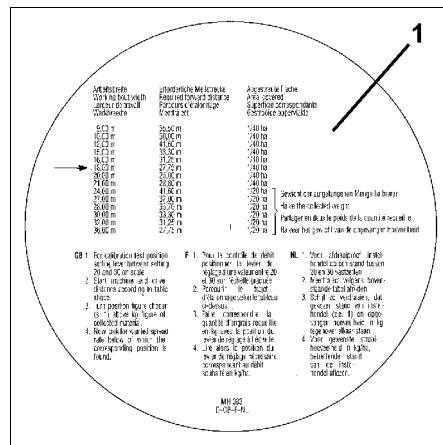

Рис. 36
- По таблице (Рис. 36/1) определите для нужной рабочей ширины захвата **18 м** необходимый контрольный участок **27,75 м** для обработанной площади **1/40 га**.